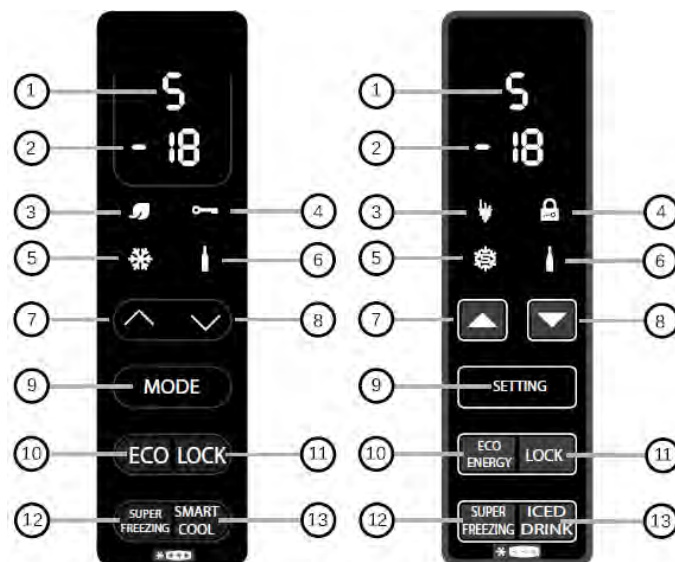

Рис.7
**Блок управления,** (рис.7) предназначен для управления работой холодильника, отображения информации о режимах работы холодильника. Блок управления обеспечивает: